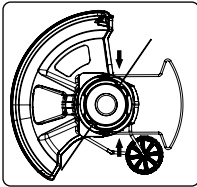
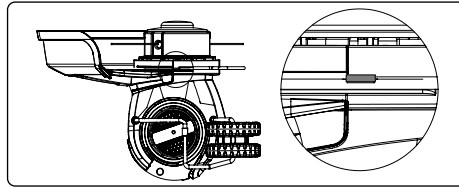

Рис. 12
Рис. 13
- Установите проволочный ограничитель (Рис. 12)
- Вставьте ограничитель в специальную прорезь с левой и правой стороны корпуса как на Рис. 12, Рис. 13.